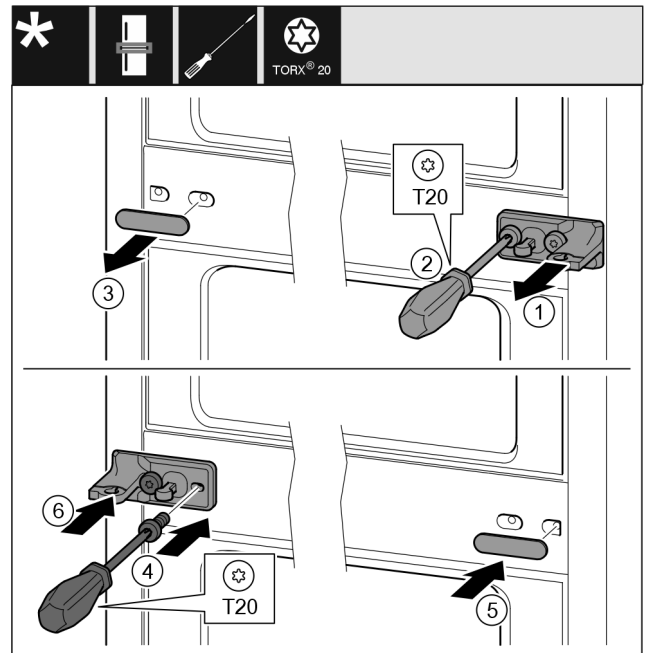

Fig. 11
- ▶ Scheibe abziehen. Fig. 11 (1)
- ▶ Schrauben mit Schraubendreher T20 herausdrehen. Fig. 11 (2)
- ▶ Abdeckung vorsichtig abziehen. Fig. 11 (3)
- ▶ Lagerbock mit Folie um 180° gedreht auf der anderen Seite fest anschrauben. Fig. 11 (4)
- ▶ Abdeckung um 180° gedreht auf der anderen Seite anbringen. Fig. 11 (5)
- ▶ Scheibe von vorn aufschieben. Fig. 11 (6)